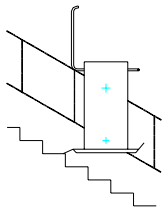

Fig. 2.1
4. Déverrouillez le bras de protection selon la procédure décrite page 18. A noter que cette procédure peut seulement être suivie si le chariot ne se trouve pas au niveau d'un palier. Relevez uniquement le bras de protection côté escalier. L'utilisateur pourrait basculer et tomber de la plate-forme si vous relevez le bras du côté ouvert de la plate-forme. Consultez la Fig. 2.1.